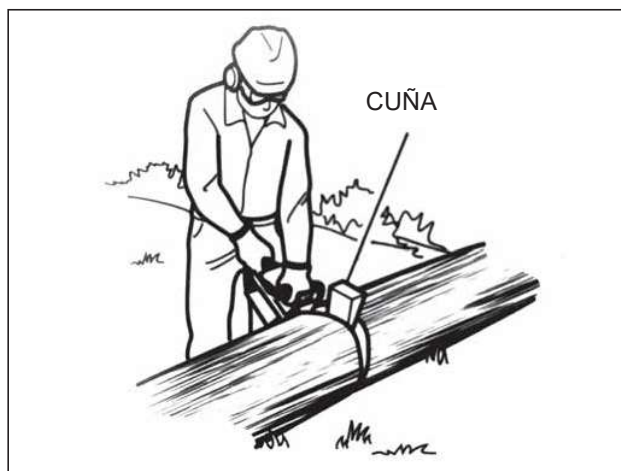

Fig. 30
6. Si el diámetro de la madera es lo suficientemente grande como para insertar una cuña de tronzo sin tocar la cadena, debe usar la cuña para mantener el corte abierto con el fin de prevenir el apriamiento (Fig. 30).